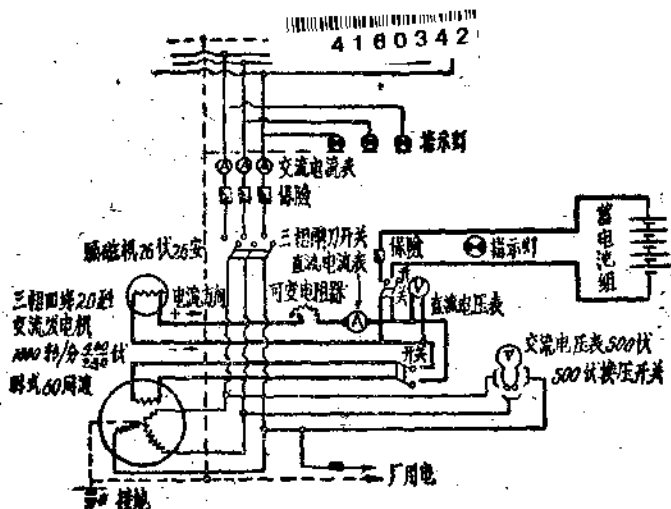

图 1 配电盤結綫图
1. 30安(安培)直流电流表一只。用以测量励磁机(即直流电机)供电池充电时的电流(亦可用作交流发电时用)。其接法如图1。
2. 40伏(伏特)直流电压表一只。用来测量供电池充电时的直流电压(亦可用作交流发电时用)。其接法如图1。
6. 作好开车前的检查。按照电站操作规程进行开车前的检查，拉开原交直流电路开关（如图1），并将直流磁场变阻器调到最大值。